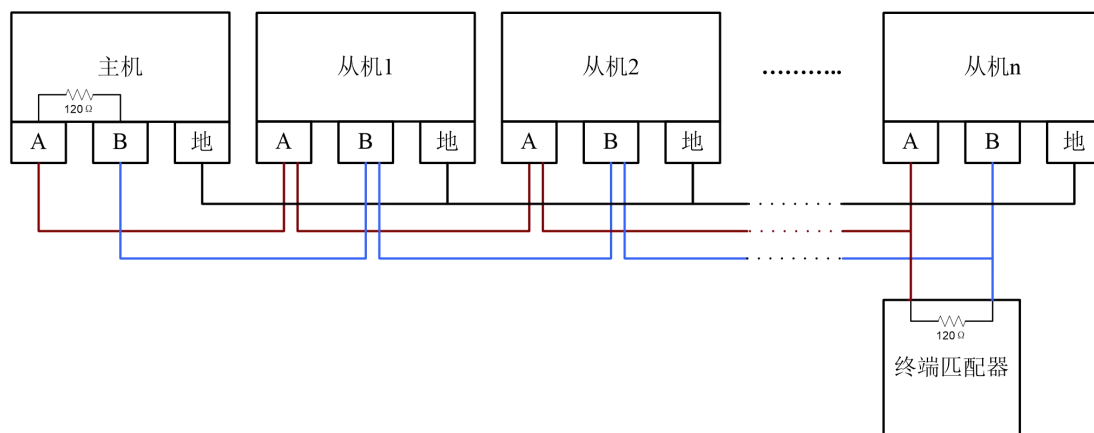

图 6-1 总线接线示例
- 级联接线。从主机开始，再到从机 1，直至最后一台从机 n。见图 6-1 总线接线示例。